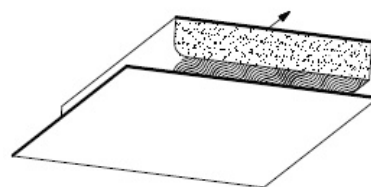

Abbildung 8
**FERTIGUNGSSCHRITT 1:** Postformelement nach erfolgter Profilfräsung und Flächenverklebung des Vorder- und Rückseiten-Schichtstoffes, auch Pressteil genannt (siehe Abb. 8).